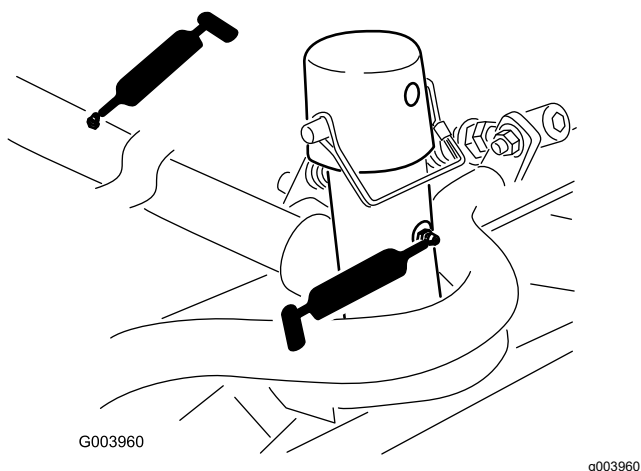

Figura 108
- Bastidor de tiro y pivote de la unidad de corte (2 en cada) (Figura 108).